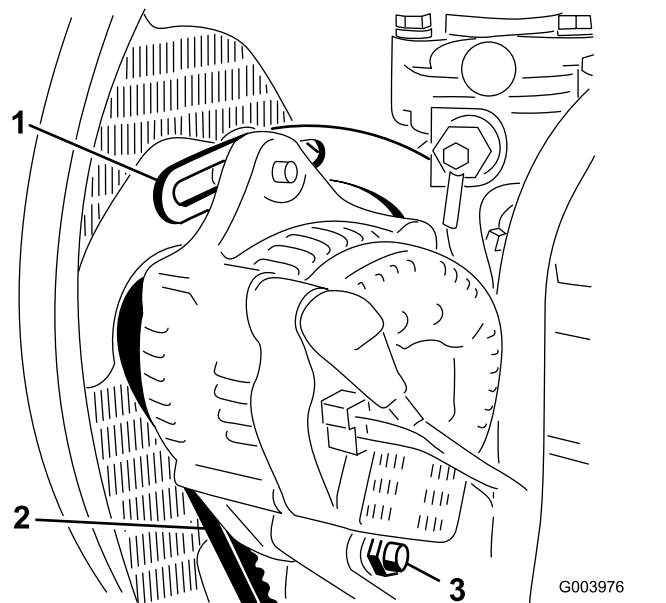

Figura 59
2. Controllate la tensione della cinghia dell'alternatore premendola (**Figura 59**) al centro tra le pulegge dell'alternatore e dell'albero a gomito con una forza di 10 kg.
3. Allentate il bullone che fissa il supporto al motore (**Figura 59**), il bullone che fissa l'alternatore al supporto ed il bullone di rotazione.